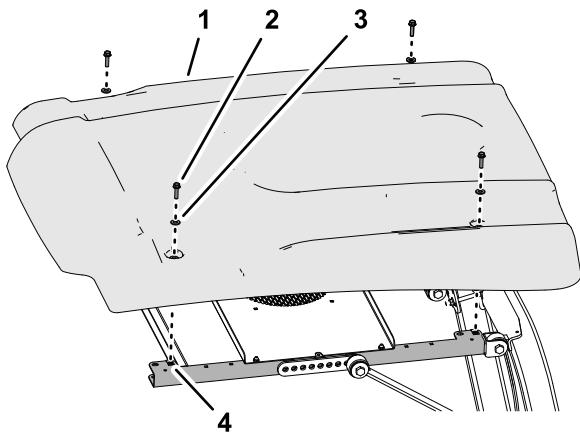

Figure 10
2. Fixez le pare-soleil aux profilés (Figure 10) à l'aide des 4 boulons à embase (5/16" x 1¼") et des 4 rondelles (5/16") que vous avez retirés à la section 2 Dépose du pare-soleil \(page 2\).